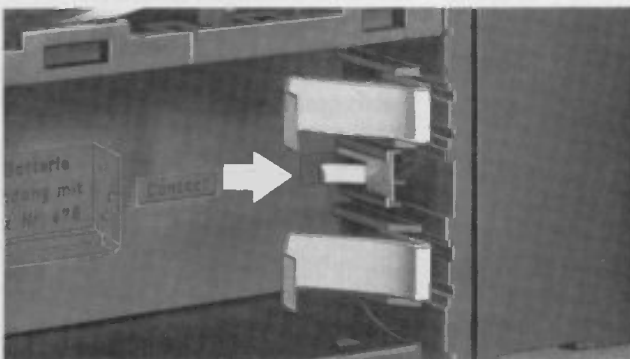

Bild 5a Nachrüstung des Ladezusatzes für dryfit-PC Accu 476
1. Schlitz und Gegenlager für den dryfit-Ladezusatz 476 (siehe nachfolgende Beschreibung und Bild 5a u. b).